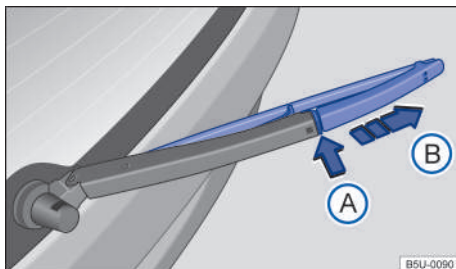

Fig. 155 Sustituir la escobilla limpiaparabrisas de la luneta trasera.
- Mantener presionada la tecla de desbloqueo → fig. 155 A.